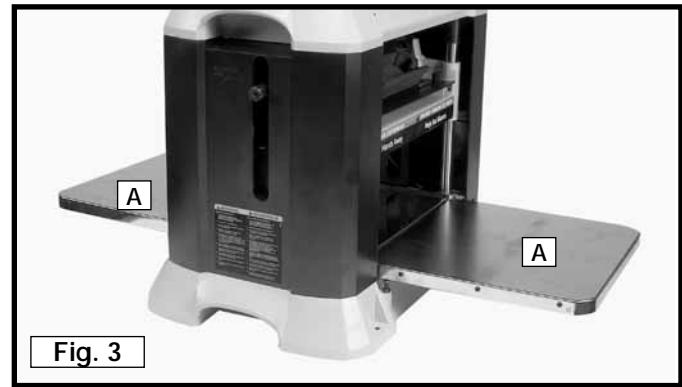

Fig. 3
Las extensiones de la mesa de avance de entrada y de avance de salida (A) Fig. 3 se envían colocadas en la máquina y giradas hasta la posición hacia "ARRIBA". Mueva ambas extensiones de la mesa (A) hasta la posición hacia abajo. La superficie superior de las extensiones de la mesa (A) debe estar nivelada con la mesa de la cepilladora. Para comprobar esto y realizar ajustes si es necesario, consulte la sección de este manual titulada "**NIVELACIÓN DE LAS EXTENSIONES DE LA MESA**".